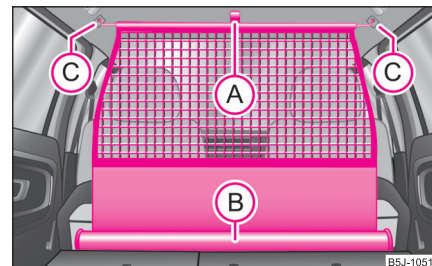

Abb. 75 Netztrennwand ausrollen
- Ziehen Sie die Netztrennwand an der Lasche **(A)** aus dem Gehäuse **(B)** ⇒ Abb. 75.